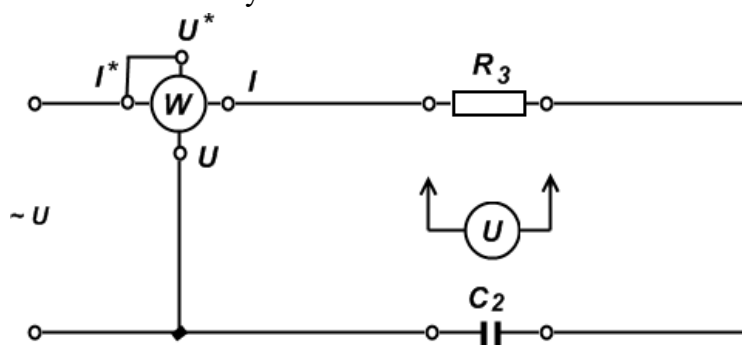

Рис. 1. Схема для исследования последовательной цепи переменного тока, содержащей резистор и конденсатор.
2. Собрать электрическую схему (рис.1) и представить на проверку преподавателю. ЛАТР вывести в нулевое положение.